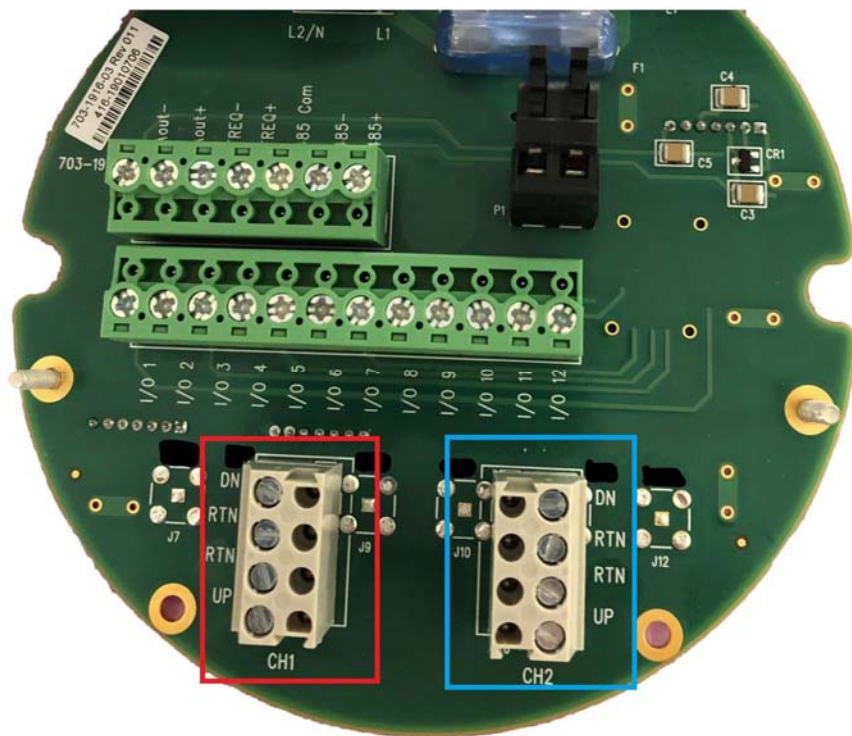

図 41: XMT1000、チャンネル背面
3. ケーブルのメーター側の端で、チャンネル1下流 RG62 ケーブルの赤い線を XMT1000 バックプレーンの CH 1 (図 41 の赤い枠) DN 端子に固定します。
4. チャンネル1下流 RG62 ケーブルのブラックワイヤを、XMT1000 バックプレーンの DN 端子のすぐ下にある CH 1 (図 41 の赤い枠) RTN 端子に固定します。
5. チャンネル1上流 RG62 ケーブルの赤い線を XMT1000 バックプレーンの CH 1 (図 41 の赤い枠) UP 端子に固定します。
6. チャンネル1上流 RG62 ケーブルのブラックワイヤを、XMT1000 バックプレーンの UP 端子の真上にある CH 1 (図 41 の赤い枠) RTN 端子に固定します。
3. ケーブルのメーター側の端で、チャンネル1下流 RG62 ケーブルの赤い線を XMT1000 バックプレーンの CH 1 (図41の赤い枠) DN 端子に固定します。
4. チャンネル1下流 RG62 ケーブルのブラックワイヤを、XMT1000 バックプレーンの DN 端子のすぐ下にある CH 1 (図41の赤い枠) RTN 端子に固定します。
5. チャンネル1上流 RG62 ケーブルの赤い線を XMT1000 バックプレーンの CH 1 (図41の赤い枠) UP 端子に固定します。
6. チャンネル1上流 RG62 ケーブルのブラックワイヤを、XMT1000 バックプレーンの UP 端子の真上にある CH 1 (図41の赤い枠) RTN 端子に固定します。
7. ケーブルのメーター側の端で、チャンネル2下流 RG62 ケーブルの赤い線を XMT1000 バックプレーンの CH 2 (図41の青いボックス) DN 端子に固定します。
8. チャンネル2 下流 RG62 ケーブルのブラックワイヤを、XMT1000 バックプレーンの DN 端子のすぐ下にある CH 2 (図 41 の青いボックス) RTN 端子に固定します。
9. チャンネル2 上流 RG62 ケーブルの赤いワイヤをの CH 2 (図 41 の青いボックス) UP 端子に固定します。
10. チャンネル2 上流 RG62 ケーブルのブラックワイヤを、XMT1000 バックプレーンの UP 端子の真上にある CH 2 (図 41 の青いボックス) RTN 端子に固定します。